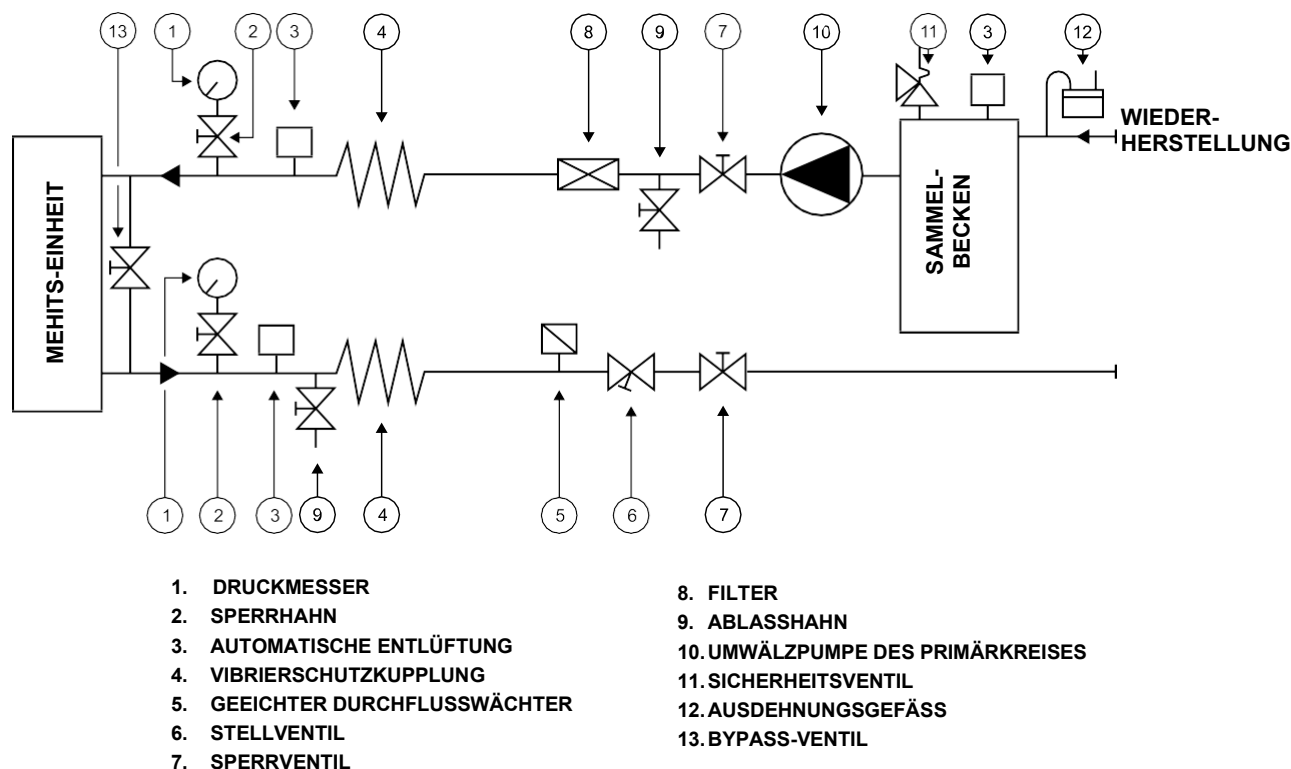

Abb. 7.1: Plan des Wasserkreislaufs Verdampfer / Wärmerückgewinner
Der Verdampfer und der Wärmerückgewinner müssen am Wasserkreislauf der Wärmetauscher installiert werden. Es ist wichtig, auf die korrekte Positionierung der folgenden Komponenten zu achten und diese einzuhalten (Abb.7.1):
- Alle anderen in Abbildung 7.1 aufgezeigten Geräte.